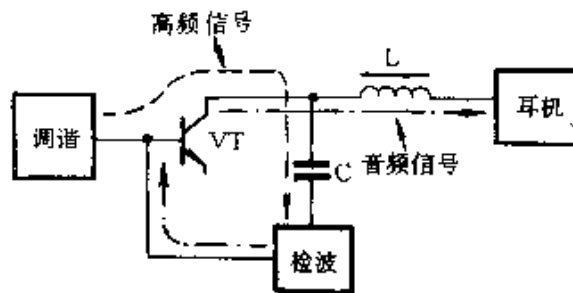

图 2-76
② 电感器可以用于区分高、低频信号。图 2-76 所示为来复式收音机中高频阻流圈的应用示例, 由于高频阻流圈 L 对高频电流感抗很大而对音频电流感抗很小, 晶体管 VT 集电极输出的高频信号只能通过 C 进入检波电路。检波后的音频信号再经 VT 放大后则可以通过 L 到达耳机。